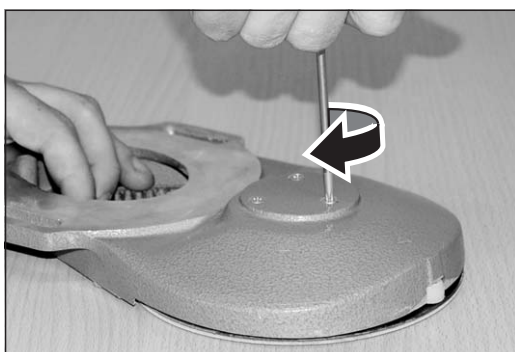

Abb. 44 Die drei Schrauben zur Befestigung des kompletten Schleiftellers einsetzen und festziehen.
- 4 Stecken Sie die drei Schrauben zur Befestigung des kompletten Schleiftellers in den Vorsatz und ziehen Sie die Schrauben mit einem Schraubendreher fest (Abb. 44).